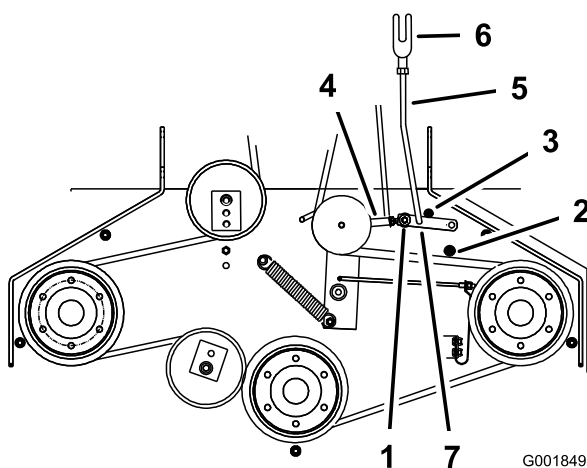

Bild 47
5. Stellen Sie sicher, dass der Stützarm am hinteren Stützarmanschlag am Mähwerk anliegt (Bild 47).
7. Der Stützarm sollte den vorderen Stützarmanschlag am Mähwerk berühren. Wenn er ihn nicht berührt, bringen Sie den Kippschalter näher an die Verstärkung (Bild 47).
8. Entfernen Sie den Splint aus dem Stützarm, um den Stützarm-Lenker einzustellen (Bild 47).
11. Setzen Sie den Stützarm-Lenker in den Stützarm und befestigen ihn mit dem Splint (Bild 47).